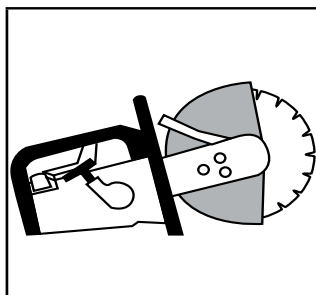

Figura 23. Sierra manual
- **Motosierras (Con hoja de diamante).** (Figura 23) (Figura 23). Son muy rápidas, brindan precisión en el corte y excelente movilidad. Sin embargo, generan mucho polvo. Funcionan generalmente a gasolina, con motores similares a los utilizados en las sierras de cadena.